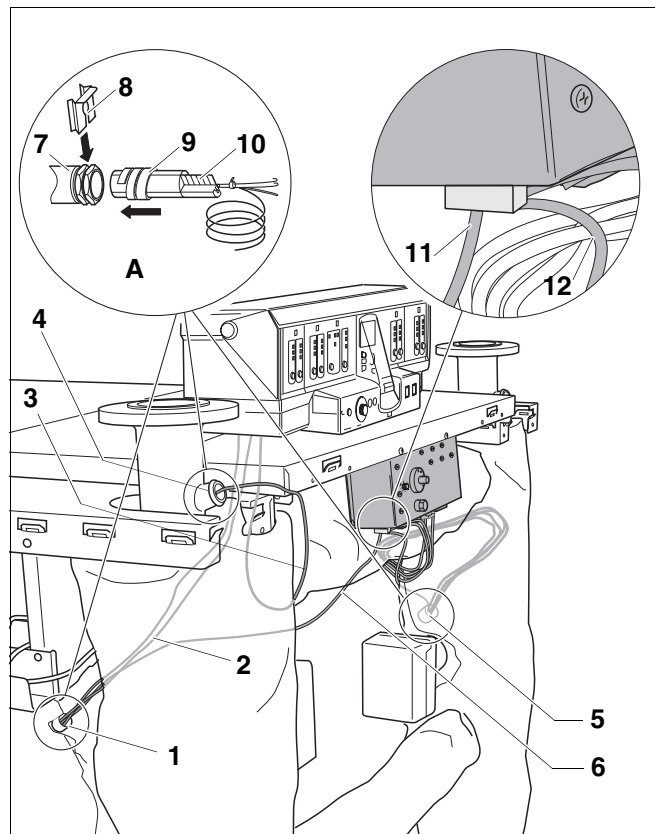
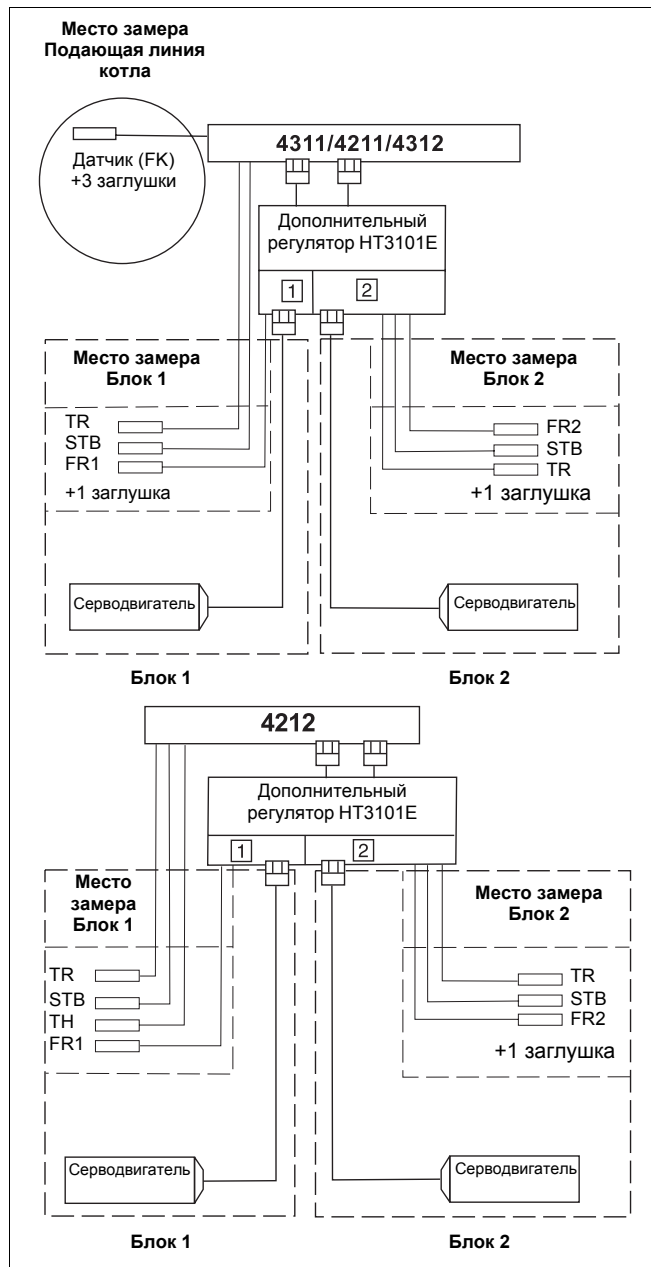

Рис. 64 Подключение дополнительного регулятора HT3101E
Рис. 65 Схема соединений дополнительного регулятора
- Присоединительные штекеры обоих температурных датчиков FR1 и FR2 должны быть прочно вставлены в дополнительный регулятор, не перепутайте места их установки (рис. 64, поз. 11 и поз. 12).
- Вставить провод датчика FK (рис. 64, поз. 3) от системы управления Logamatic вместе с 3 заглушками в гильзу в точке замера подающей линии котла (рис. 64, поз. 4).
- Собрать в пучок и держать в руке провода датчиков TR и STB (рис. 64, поз. 2) от системы управления Logamatic и провод датчика FR1 (рис. 64, поз. 6) от дополнительного регулятора вместе с заглушкой и компенсационной пружиной.
- После этого ввести до упора весь пакет датчиков в гильзу в точке замера блока 1 (рис. 64, поз. 1).
- Ввести пакет датчиков точки замера блока 2 (от дополнительного регулятора) в гильзу в точке замера блока 2 (рис. 64, поз. 5).
Установка в гильзу (рис. 64, вид А):
- Вставить температурные датчики до упора в гильзу (рис. 64, поз. 7, точка замера).
- Пластмассовая спираль (рис. 64, поз. 9) автоматически сдвигается назад. Компенсационная пружина (рис. 64, поз. 10) должна быть вставлена в гильзу (рис. 64, поз. 7).
- Надеть фиксатор датчиков (рис. 64, поз. 8, поставляется с системой управления) сбоку или сверху на оголовки гильзы.
- Проверить по верхней схеме соединений на рис. 65 подключение пакета датчиков.
- При постоянном регулировании температуры котловой воды нужно заменить заглушку из пакета датчиков Logamatic 4212 на датчик FR1 (который идет от дополнительного регулятора). Этот пакет датчиков нужно вставить в гильзу в точке замера блока 1 (рис. 64, поз. 1 и рис. 65)
- Надеть фиксатор датчиков (рис. 64, поз. 8, поставляется с системой управления) сбоку или сверху на оголовок гильзы.
- Проверить по нижней схеме соединений на рис. 65 подключение пакета датчиков.